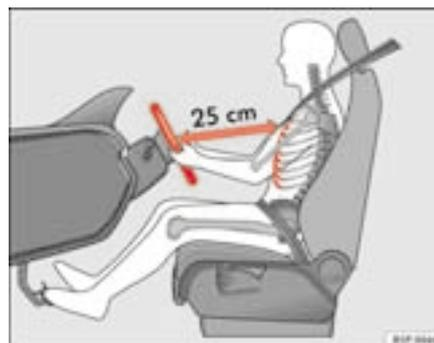

Fig. 111 Posição correcta do banco do condutor
- Ajustar o volante, até ser atingida a posição pretendida ⇒ fig. 111.
- Ajustar o banco do condutor ou o volante, de modo a que a distância entre o volante e o esterno seja de pelo menos 25 cm ⇒ página 156, fig. 111. Se não se respeitar a distância mínima, o sistema de airbag não pode exercer a sua função de protecção – perigo de vida!